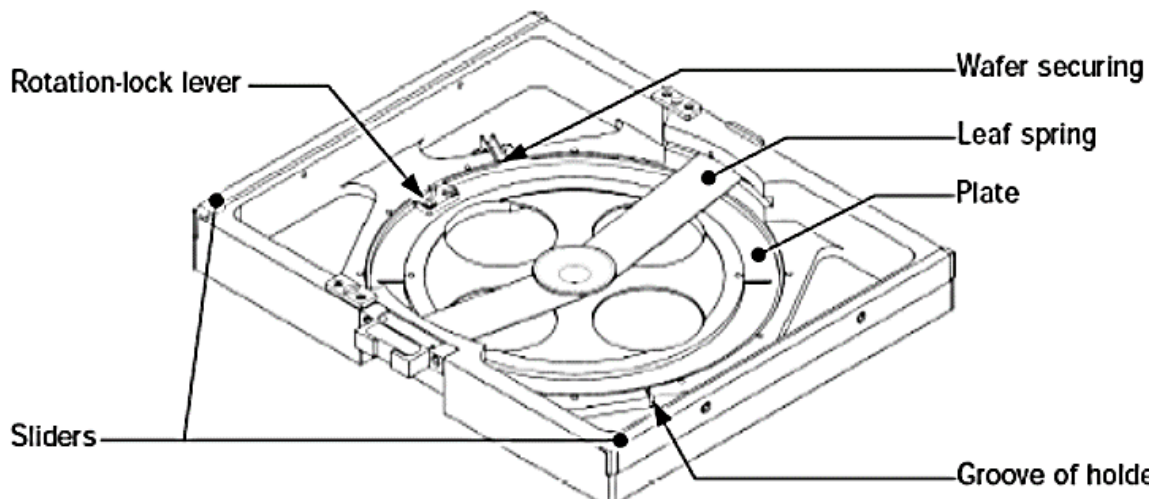

Рис. 2 Чертеж кассеты для загрузки 6-inch пластины (нижняя сторона).
- 3.1. Аккуратно достать кассету (рис. 2). Запрещается трогать лицевую сторону, а также боковой выступ.